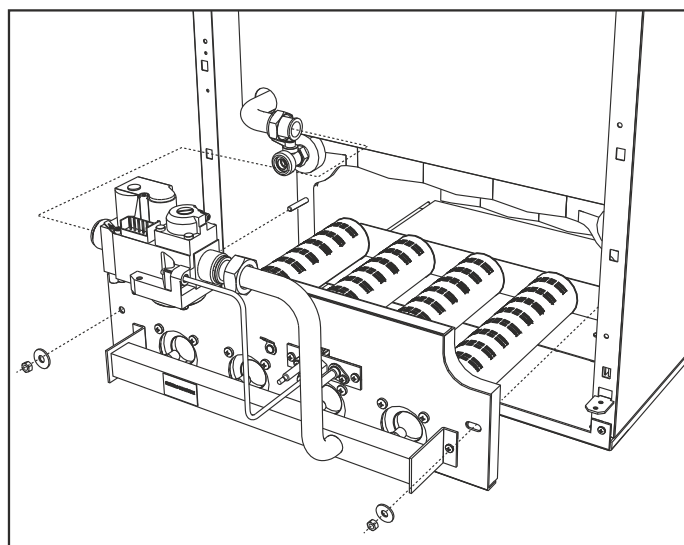

fig. 20 - Démontage des brûleurs
- Dévisser les deux écrous fixant la porte de la chambre de combustion aux éléments en fonte de la chaudière (fig. 20)